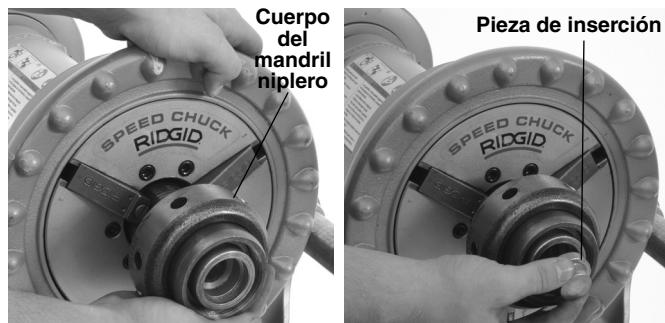

Figura 2 – Montaje del mandril niplero y pieza de inserción
- Si es necesario, instale la pieza de inserción (Figura 2):